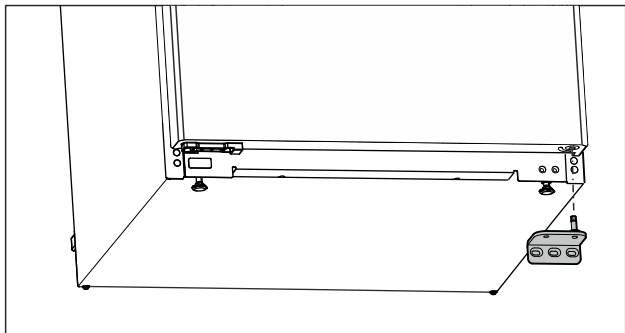

Fig. 8
- ▶ Зніміть опорний кронштейн у напрямку вниз. (див. Fig. 8)